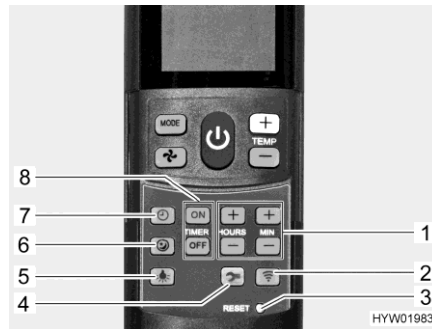

Bild 185 Fernbedienung mit Einstell-
Sanftlauf einschalten: ■ Taste Sanftlauf (Bild 185,6) drücken. Im Kühlbetrieb läuft das Gebläse dann mit niedriger Drehzahl und deshalb besonders leise.
Uhrzeit einstellen: ■ Taste Uhrzeit (Bild 185,7) drücken.
■ Mit den Tasten (Bild 185,1) Stunden und Minuten einstellen.
Einschaltzeit programmieren: ■ Taste "ON" (Bild 185,8) drücken.
■ Tasten für die Zeiteinstellung (Bild 185,1) drücken, bis die gewünschte Zeitspanne bis zum Einschalten erreicht ist.
■ Taste "ON" (Bild 185,8) drücken.
Ausschaltzeit programmieren: ■ Taste "OFF" (Bild 185,8) drücken.
■ Tasten für die Zeiteinstellung (Bild 185,1) drücken, bis die gewünschte Zeitspanne bis zum Ausschalten erreicht ist.
■ Taste "OFF" (Bild 185,8) drücken.
Timer deaktivieren: ■ Taste "ON" oder Taste "OFF" (Bild 185,8) erneut drücken.
Beleuchtung einschalten: ■ Taste Licht (Bild 185,5) drücken. Das Licht wird mit der zuletzt eingestellten Dimmstufe eingeschaltet.
Beleuchtung dimmen: ■ Taste Licht (Bild 185,5) drücken und gedrückt halten, bis die gewünschte Helligkeit erreicht ist.
Beleuchtung ausschalten: ■ Taste Licht (Bild 185,5) drücken.
- ▷ Die Taste Setup (Bild 185,4) dient dazu, die Fernbedienung bei der ersten Inbetriebnahme mit der Klimaanlage zu verbinden.